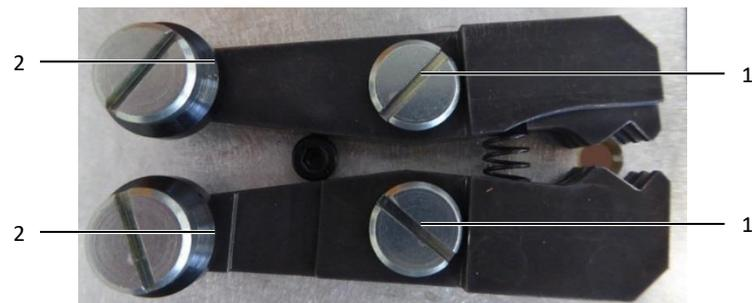

Abb. 22: Leiterhaltezange
- Ölen Sie die Leiterhaltezange an den Drehpunkten (Abb. 22, Pos. 1) und an den Berührungsflächen (Abb. 22, Pos. 2) der Laufrollen.